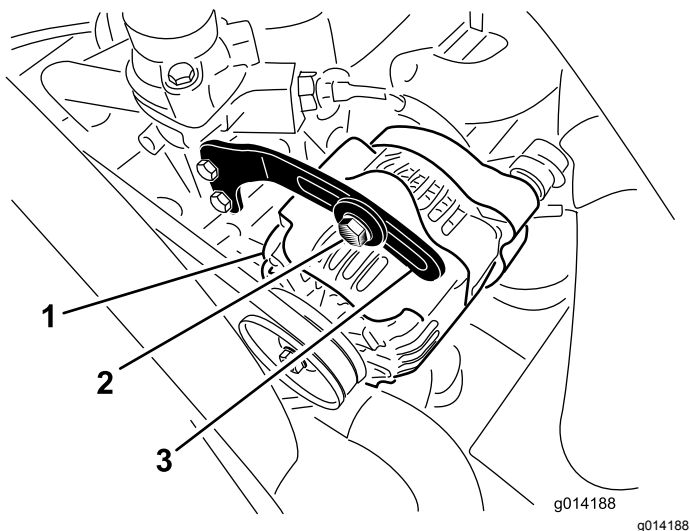

Figure 47
2. Contrôlez la tension de la courroie d'alternateur (Figure 47) en exerçant une force de 10 kg à mi-distance entre les poulies d'alternateur et de vilebrequin.
3. Desserrez le boulon qui fixe le renfort à l'alternateur (Figure 47), et le boulon de pivot d'alternateur.